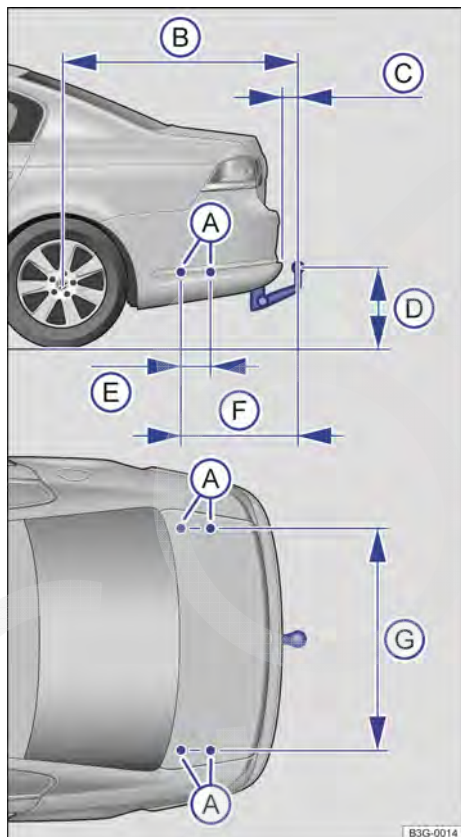
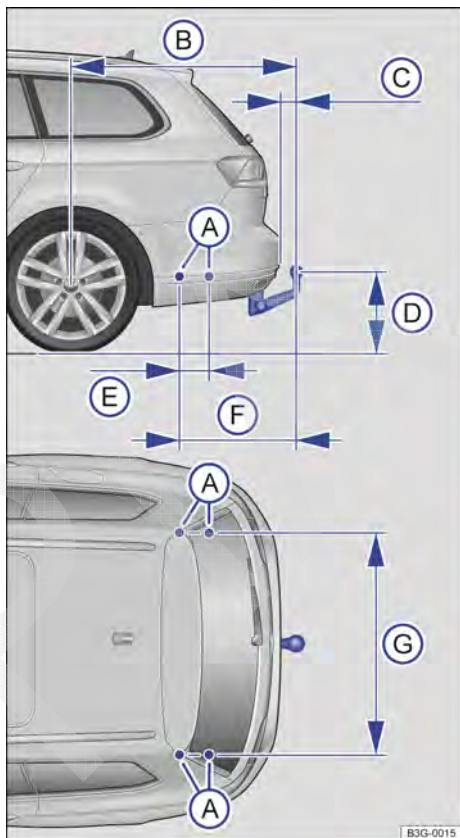

Fig. 263 Dimensões e pontos de fixação para instalação posterior de um dispositivo de reboque (Passat).
Fig. 264 Dimensões e pontos de fixação para instalação posterior de um dispositivo de reboque (Passat Variant).
Na instalação posterior de um dispositivo de reboque, as medidas de distância devem ser obrigatoriamente respeitadas. A medida indicada do centro da rótula de engate até a pista → Fig. 263 (D) não pode em nenhuma hipótese ser excedida. Isso também se aplica a um veículo totalmente carregado, incluindo a carga de apoio máxima.
Medidas de distância → Fig. 263 ou → Fig. 264: